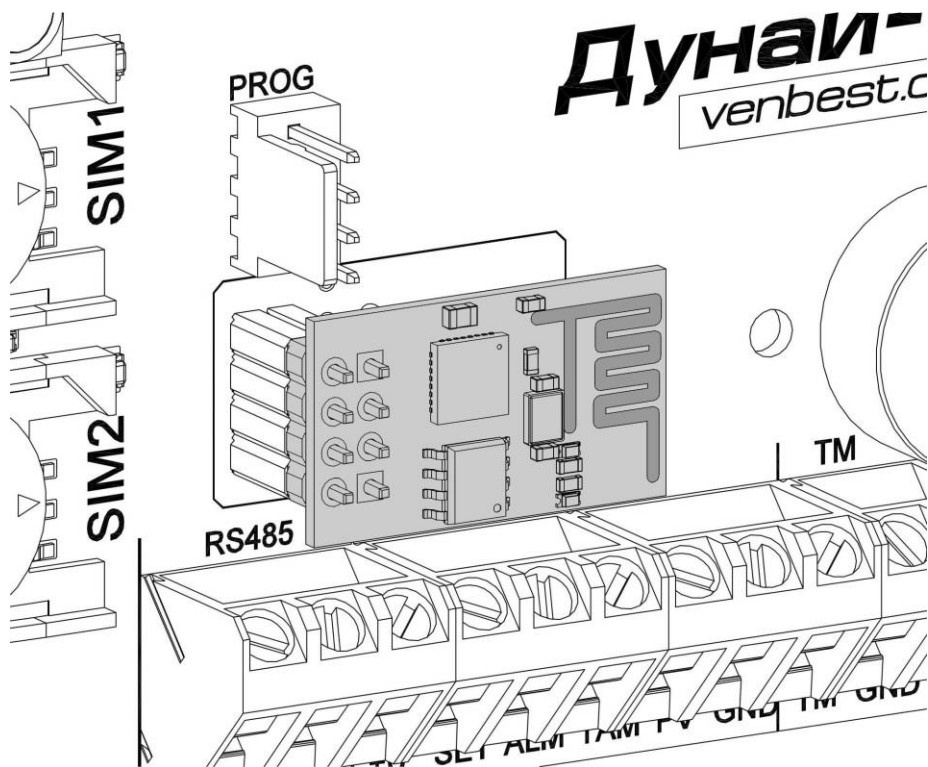

Рисунок 18. Встановлення WiFi-модуля на системну плату «Дунай-СМ4L»
1. Встановити модуль ESP-01 в роз'єм на системному модулі (як показано на рис.18).